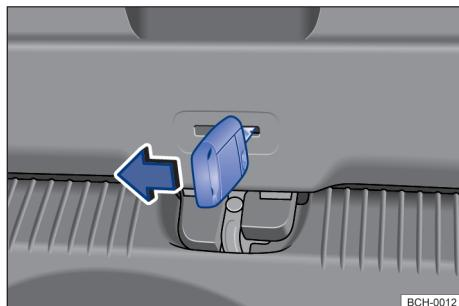

Fig. 60 No compartimento de bagagem: destrarar a tampa traseira.
- Inserir a haste da chave na abertura na tampa traseira → Fig. 60 e deslocar a alavanca de destravamento no sentido da seta.